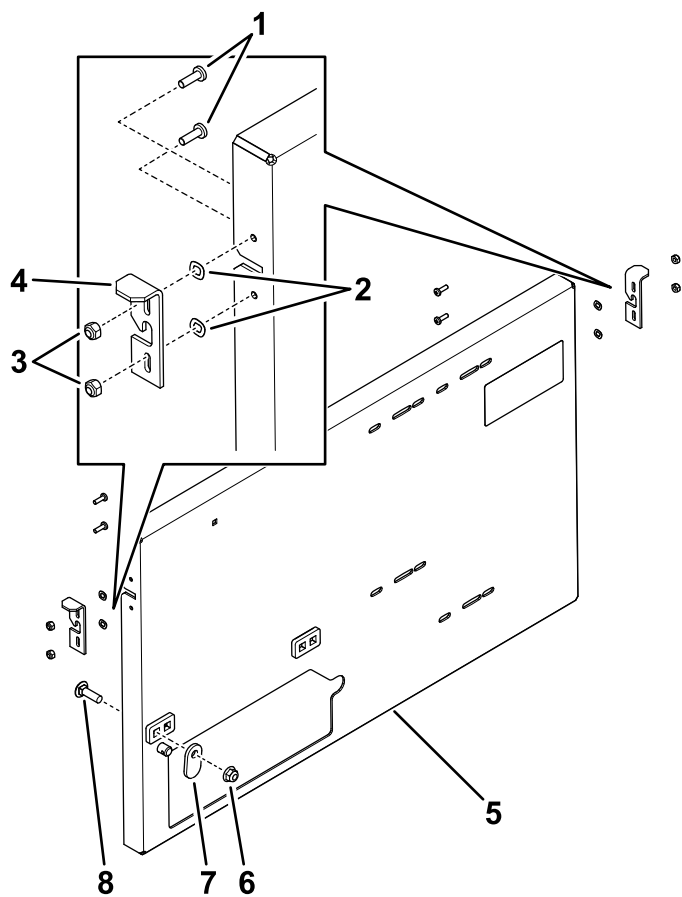

Figura 5
1. Instale los cierres del recogedor izquierdo y derecho en los laterales del conjunto de chapa lateral con tornillos de cabeza Phillips, arandelas de muelle y contratuercas, tal y como se muestra en la Figura 5.
- Instale el cierre delantero de la chapa lateral con un perno de cuello cuadrado (3/8" x 1 1/4") y una contratuerca (3/8"), tal y como se muestra en la Figura 5.